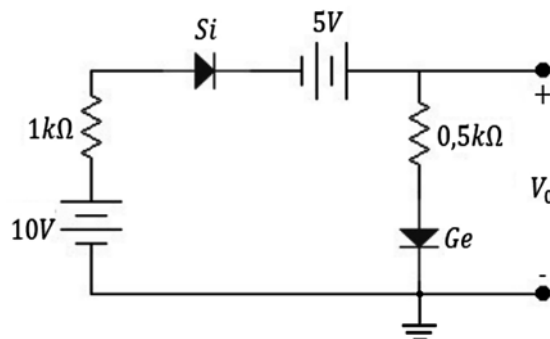

Figura 2.47 Circuito DC con diodos. Fuente: Elaboración propia
k) En el circuito de la figura 2.47, se pide hallar V_0 .